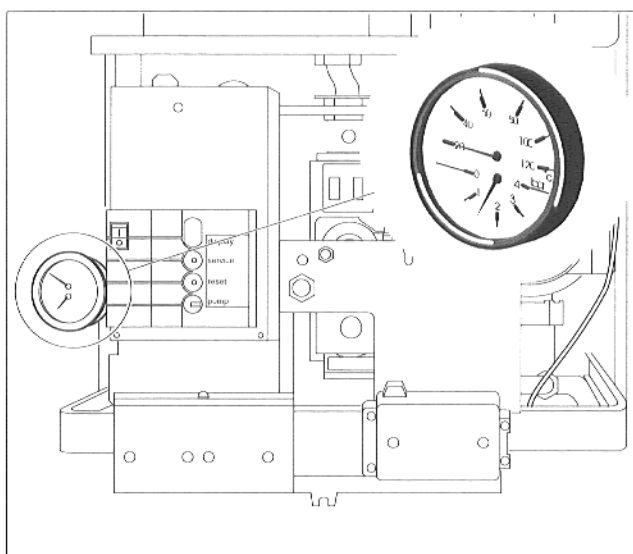

Abb. 10 Druckanzeige
- Wasserhahn öffnen und Anlage bis zu einem Druck von 0,75–1 bar (Abb. 10) füllen. Der Idealwert beträgt 0,75 bar.